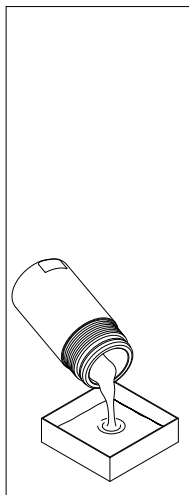

fig. 2
- (Fig. 2) Svotare il fluido di lavoro dal contenitore al recipiente di raccolta